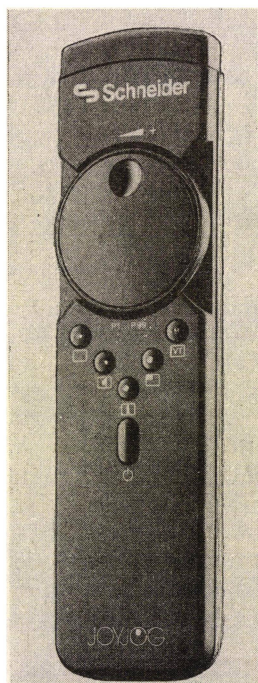

Рис. 3. Пульт управления с вращающейся плоской круглой ручкой
□ с помощью вращающейся плоской круглой ручки на пульте дистанционного управления Joy-jog (рис. 3) читатель может «листать» на экране объемистую книгу медленно — страница за страницей — или очень быстро до той страницы, которая его интересует, вперед и назад;